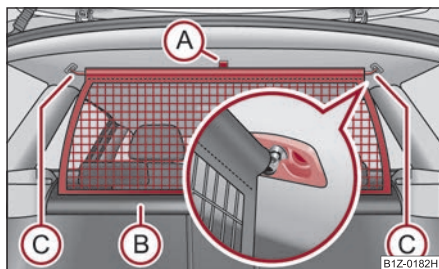

Fig. 103 Desenrollar la red divisoria
- Tirar de la red de separación por la lengüeta (A) y sacarla de la caja (B) en dirección de las fijaciones (C) ⇒ fig. 103.
- Monte la barra transversal en uno de los alojamientos (C) y presione la barra transversal hacia delante.
- Sujete de igual modo la barra transversal en el otro lado del vehículo, alojamiento (C).
- Tire de la barra transversal un poco hacia atrás, primero en un lado y seguidamente en el otro lado, y saque la barra transversal de los alojamientos (C) ⇒ fig. 103.
- **Mantenga** la barra transversal de tal modo, que la red divisoria pueda enrollarse lentamente y sin daños en la caja (B).